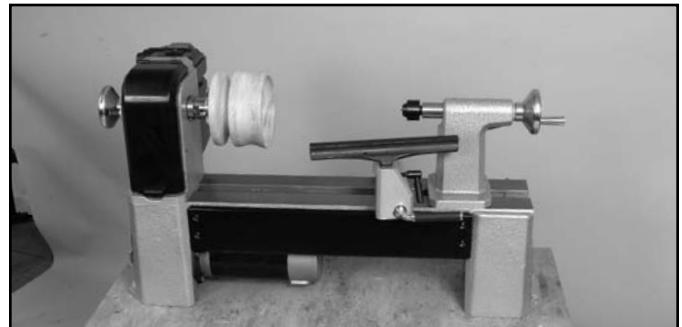

Fig. 25
**Voici le montage classique d'un bol sur le tour** comme montré à la fig. 25. Selon le type de bois travaillé, il est également possible de monter les pièces sur la plaque de montage et de les fixer au moyen de vis appropriées insérées dans les quatre trous pratiqués dans celle-ci.